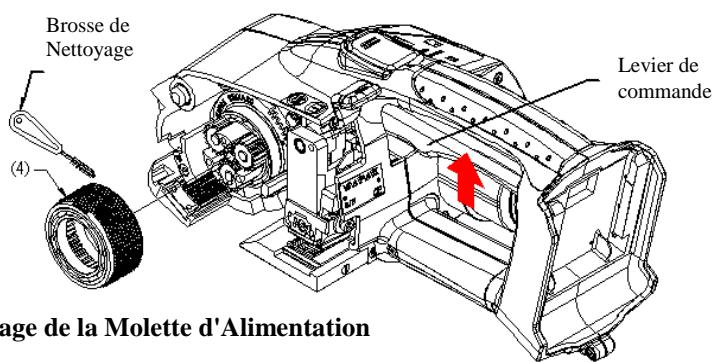

FIGURE 17 Nettoyage de la Molette d'Alimentation
7.1.2 Méthode de nettoyage intégral : (Consultez la Figure 17)
Étape 1 : Dévissez et retirer les 3 vis M4 × 0,7 × 12 mm (1), la vis M4 × 0,7 × 10 mm (2) et le couvercle latéral (3) peut être retiré.
Étape 2 : Soulevez le levier de fonctionnement, retirez la molette d'alimentation (4) et nettoyez complètement la molette d'alimentation à l'aide de la brosse de nettoyage.